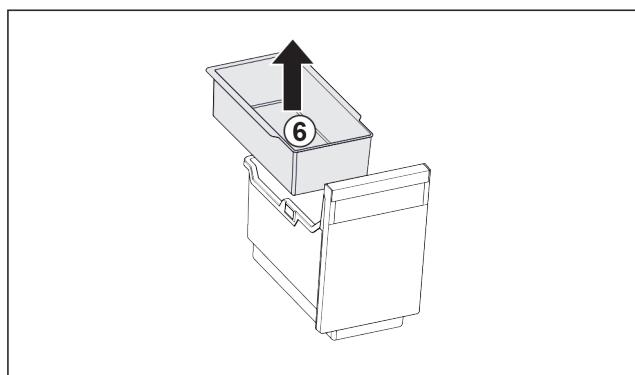

Fig. 19
- Вийняти підвісний лоток Fig. 19 (6).